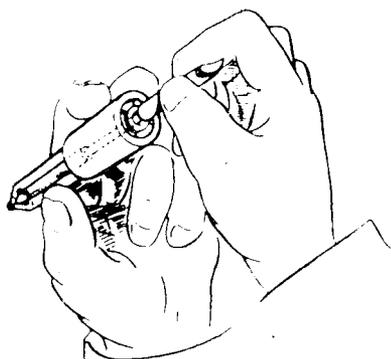

Fig. 12
c) le siège de l'aiguille (fig. 12).